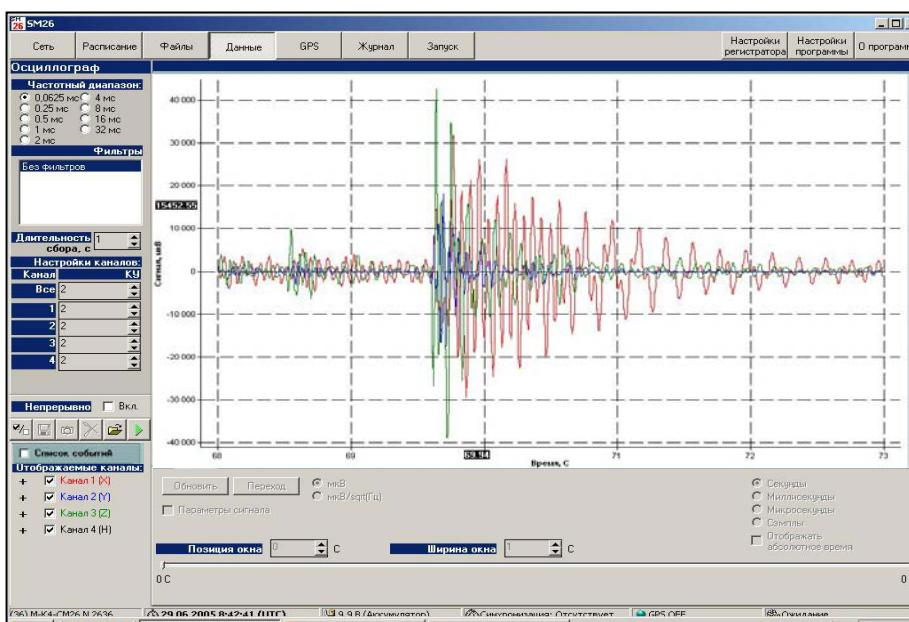

Рисунок 3.9 - Вкладка «Данные-Данные»
- вкладка **Данные-Данные** (рисунок 3.9) выводит в графическом виде временной ряд **заданного окна**. Позиция и ширина окна задаются в нижней части экрана либо плавно, перемещая движок линейки, либо точным заданием числа;